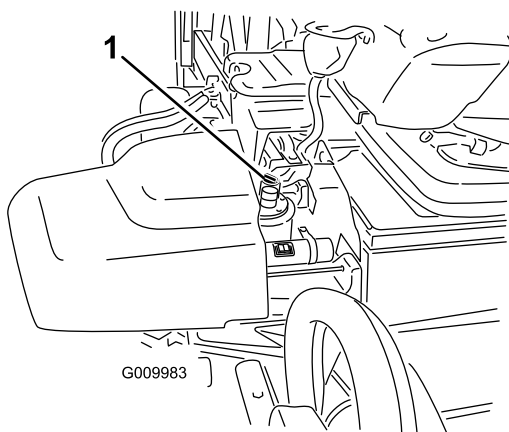

Bild 17
3. Reinigen Sie den Bereich um den Füllstutzen und den Deckel des Hydraulikbehälters (Bild 17). Drehen Sie den Deckel vom Einfüllstutzen ab.